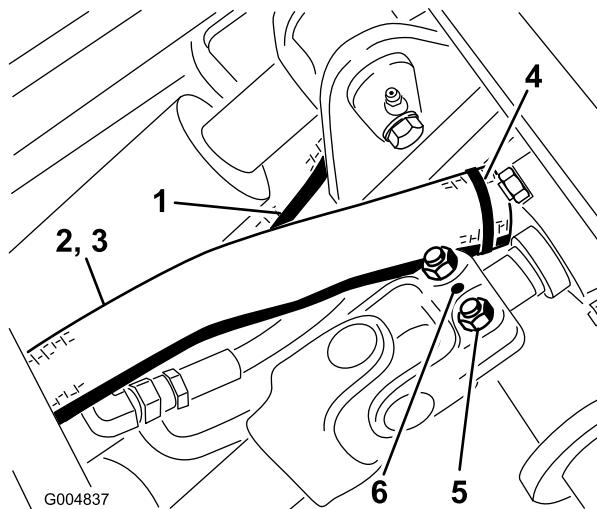

Figura 37
6. Conecte el eje motor al eje de la caja de engranajes del bastidor de invierno y apriete los pernos (5/16 pulgada) a 175-225 pulgadas-libra (20 a 25 N·m). Instale el pasador cilíndrico (Figura 37).